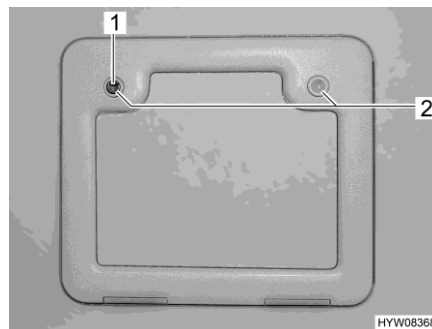

Bild 17 Außenklappe Thetford-Kassette
- Schlüssel in Schließzylinder des Druckschlusses (Bild 17,1) stecken und eine viertel Umdrehung drehen.
- Beide Druckschlösser (Bild 17,2) gleichzeitig mit dem Daumen drücken und Außenklappe öffnen.
- Schlüssel in Schließzylinder (Bild 17,1) stecken und eine viertel Umdrehung drehen.